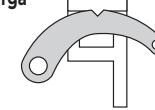

Fig.1
1. Respeite todas as precauções de segurança. Coloque a base do macaco sob a carga. Coloque a alavanca de inversão na posição elevada («UP») e verifique se está bloqueada, com o entalhe do gancho corretamente introduzido na fenda presente no botão de inversão (ver a figura: 1).